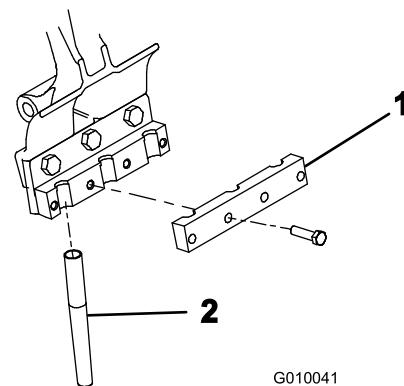

図 24
- 各タインホルダーにタインクランプを仮止めする； $3/8 \times 1\text{-}1/2$ in ボルト 4 本を使用する(図 24)。この時点ではまだ本締めしないこと。